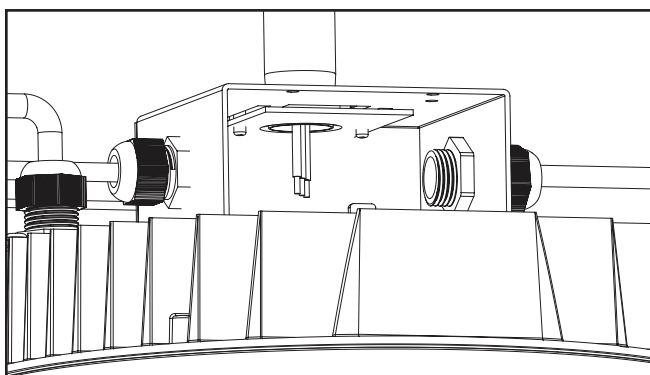

Figure 10.
6. Assurez-vous que la tige de suspension est complètement insérée dans la plaque de montage ajustable et en vous assurant que le bas de la tige de suspension est encastré ou dépasse légèrement du bas de la plaque de montage ajustable. (Figure 10)